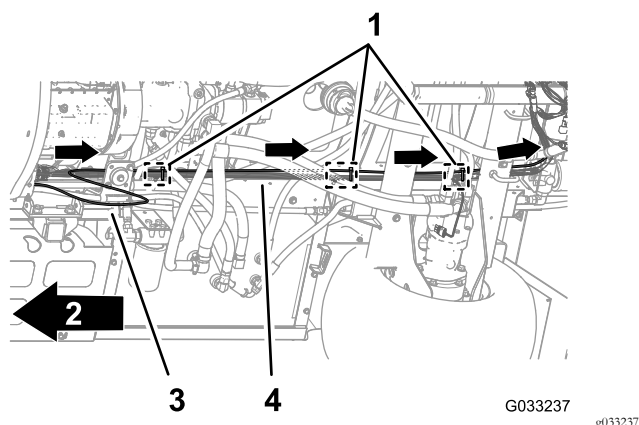

Figura 111
1. Passe o tubo sensor de pressão do indicador no painel ao lado da cablagem traseira da máquina (Figura 111).
- Prenda o tubo sensor de pressão à cablagem traseira com três braçadeiras de cabos adjacentes aos três fixadores de pressão nos pontos de fixação do chassi para a cablagem traseira (Figura 111).